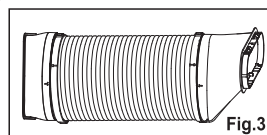

Fig.3
4. După asamblare, ca mai jos fig. (Fig. 3)